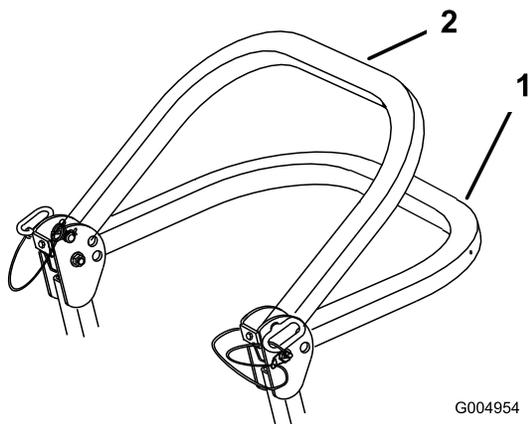

Figura 9
2. Baje la barra antivuelco (**Figura 9**).
Nota: Hay dos posiciones de bajada; consulte **Figura 9**.